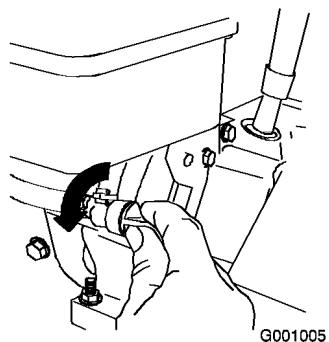

Figure 26
- Tournez le robinet de carburant dans le sens anti-horaire pour l'ouvrir (Figure 26).